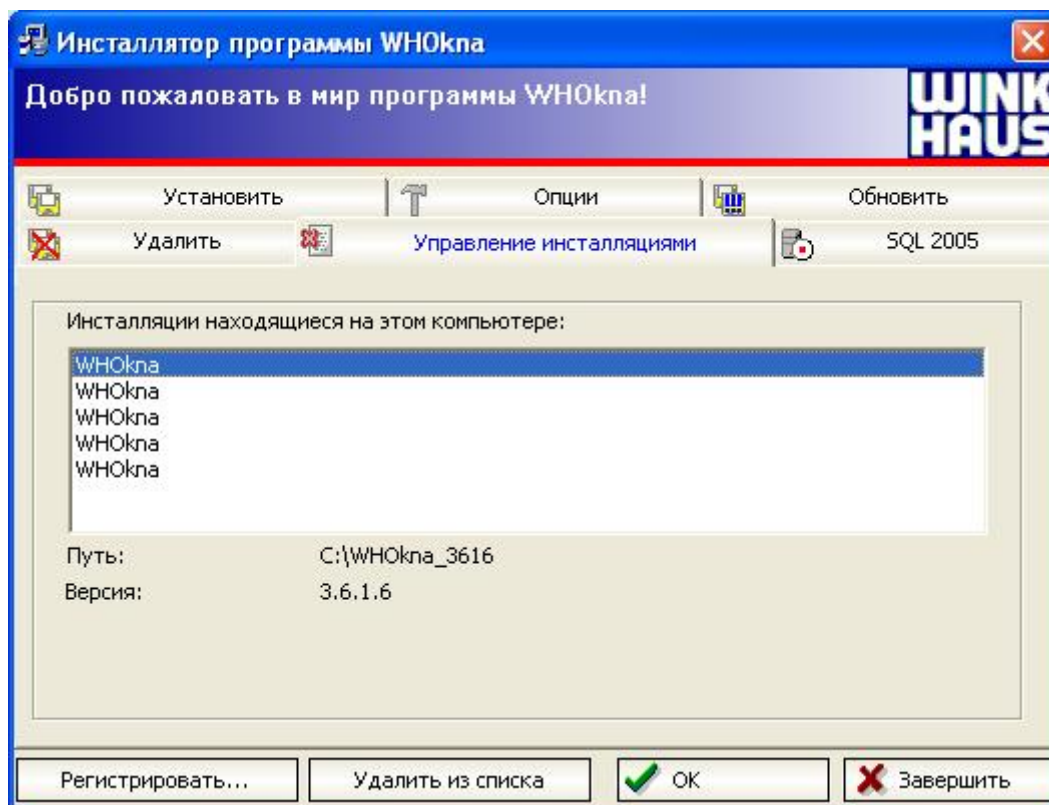

Рис. 7. Управление инсталляциями
- ✓ Закладка **Управление инсталляциями** позволит добавить к „установкам, загруженным на этом компьютере” к данному списку загрузок или удалить из нее программы WH OKNA (Рис. 7).